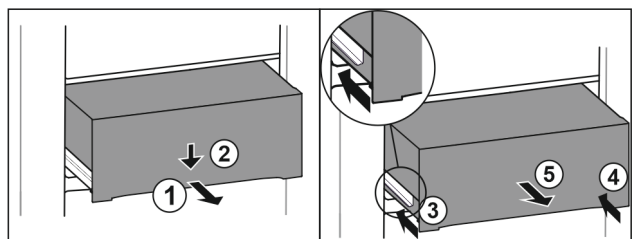

Fig. 216
- ▶ Витягніть ящик на половину. Fig. 216 (1)
- ▶ Спрямуйте висувний ящик вниз спереду. Fig. 216 (2)
- ▶ Вставте ліву рейку приблизно на 2 см. Fig. 216 (3)
- ▶ Вставте праву рейку приблизно на 2 см. Fig. 216 (4)
- ▶ Вийняти висувний ящик рухом вперед. Fig. 216 (5)